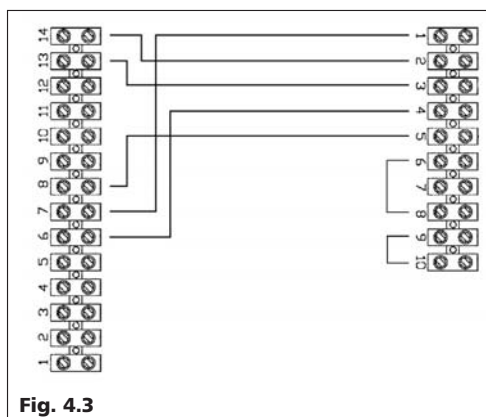

Fig. 4.3
- rimuovere la copertura (L) aiutandosi con un cacciavite;
- rimuovere il connettore maschio a 12 poli (G) situato all'interno del pannello di comando e collegare il connettore maschio a 12 poli (H) del cablaggio dell'interfaccia elettrica;
- far passare il bulbo (I) del termostato limite a 6 contatti in uno dei passacavi presenti sulla carenatura del pannello di comando;
- posizionare il bulbo (I) all'interno del pozzetto portasonde della caldaia (riferirsi al libretto istruzioni specifico);
- posizionare la copertura (L) nel foro di apertura del pannello di comando e chiudere con uno scatto;
- aprire il coperchio di protezione della morsetteria (M) dalla carenatura svitando le due viti (N) di fissaggio;
- eseguire i collegamenti elettrici come indicato in fig. 4.3;
- rimuovere il coperchio di protezione della morsetteria (M) rifissandolo con le due viti;